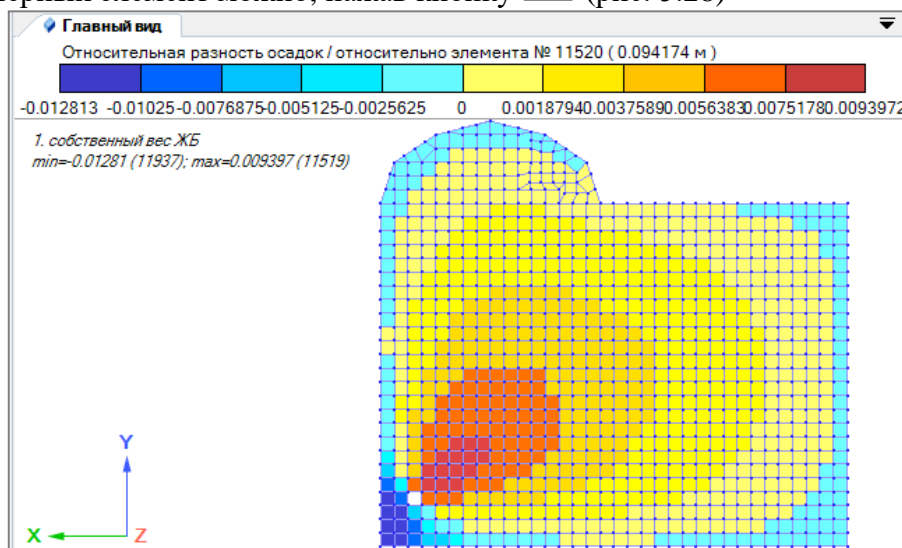

Рис. 5.29
5. Нажмите кнопку **Относительная разность осадок** и получите на схеме распределение относительных разностей осадок по элементам (рис. 5.29). Реперный элемент на схеме показан белым цветом.